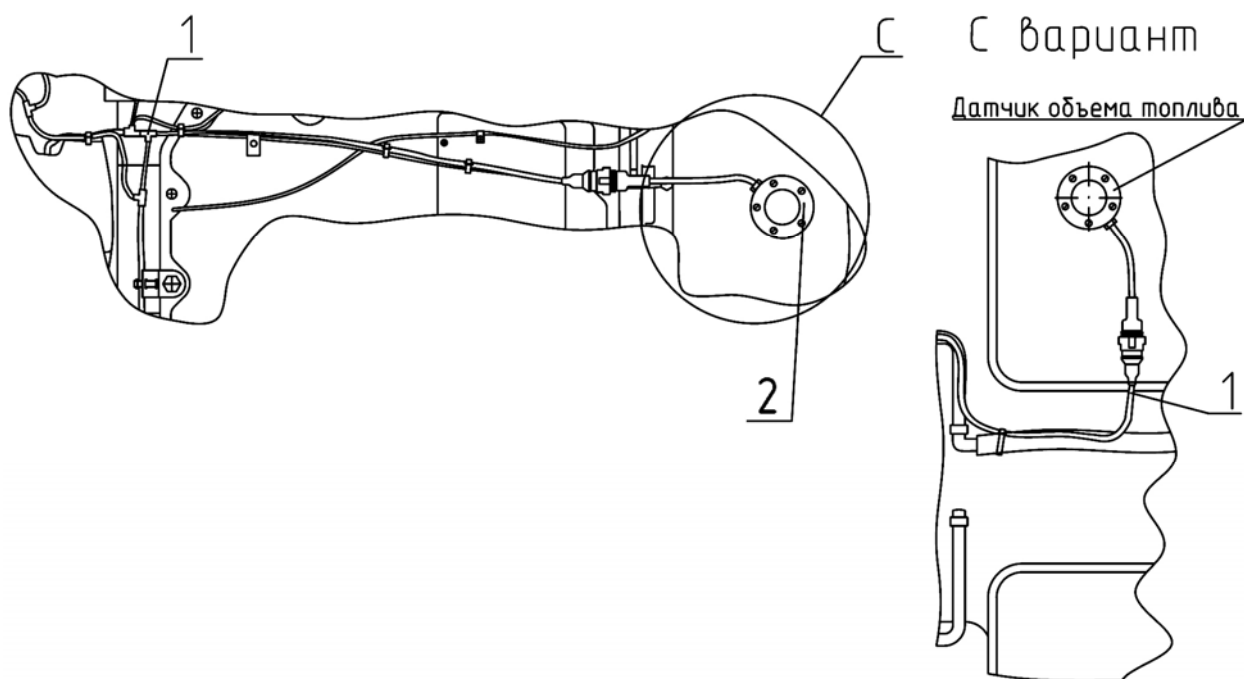

Рисунок 11.8 Отличительная особенность электрооборудования тракторов «БЕЛАРУС 1221.4»
- 6) датчика объема топлива 2 (рисунок 11.8) для тракторов «БЕЛАРУС 1221.4»;